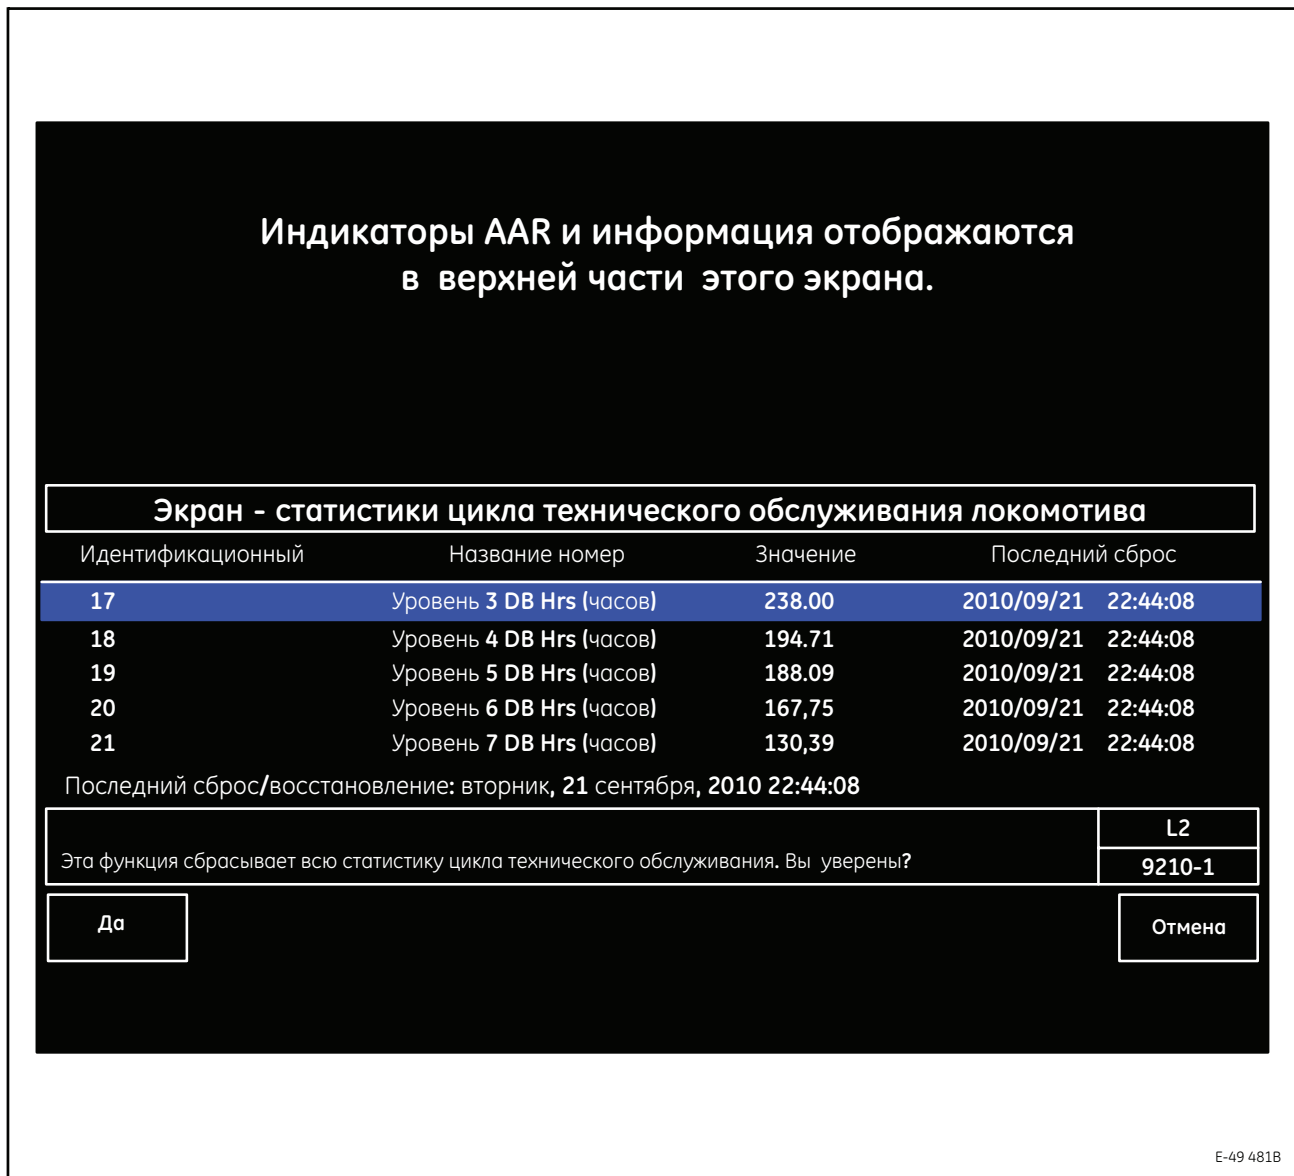

Рисунок 49. Типовой экран подтверждения статистики технического обслуживания локомотива (9210-1)
7. Сенсорная клавиша 3 (**Reset Selected**) (Выбор сброса) - отображение экрана подтверждения статистики технического обслуживания (9210- 1, Рисунок 49) и сброс выделенного пункта.
8. Сенсорная клавиша 4 (**Reset All**) (Сбросить все) - отображение экрана подтверждения статистики технического обслуживания (9210- 1, Рисунок 49).